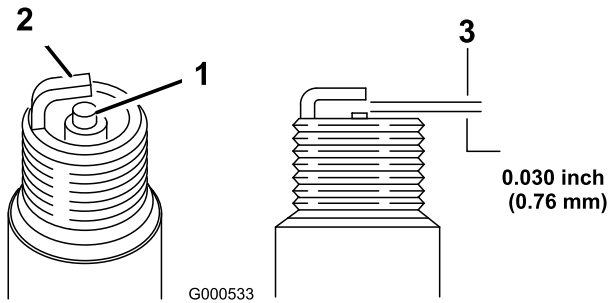

Figura 23
- Ajuste el espacio entre los electrodos a 0.76 mm (0.030"); consulte Figura 23.